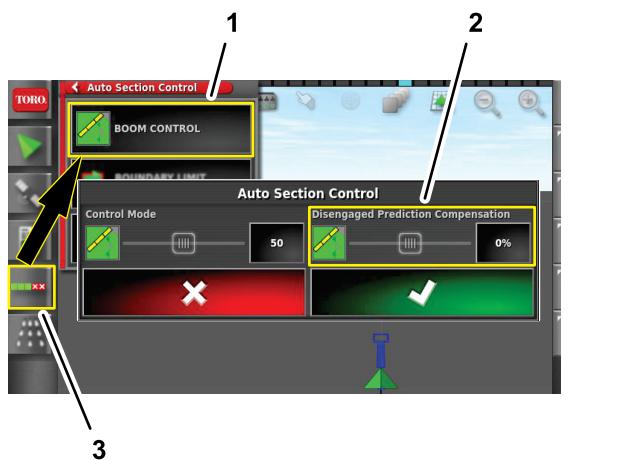

Figura 109
1. Pressione o ícone CONTROLO AUTOMÁTICO DE SECÇÕES (Figura 109).
2. Pressione o ícone CONTROLO DA BARRA (Figura 109).